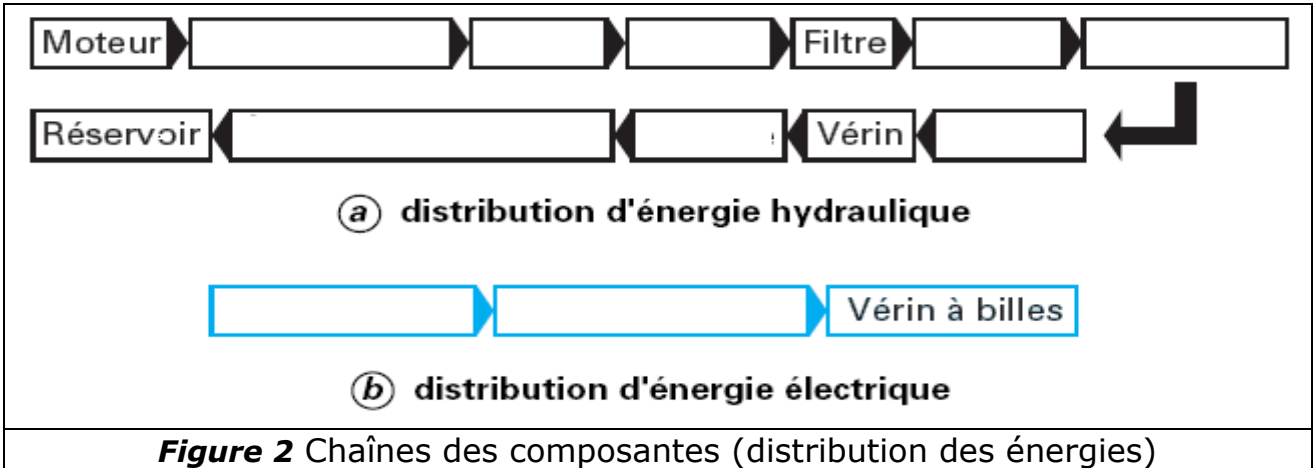

Figure 2 Chaînes des composantes (distribution des énergies)
3. Compléter le schéma de la chaîne des composants sur la presse hydraulique et la presse électrique « *entre la source d'énergie et le mouvement de vérin* » (figure 2) ;